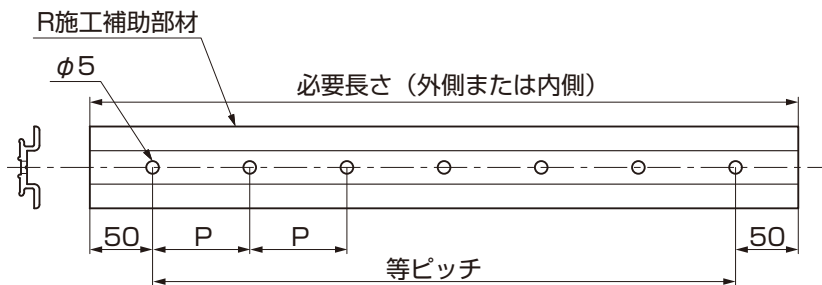

図2-3
- ②R施工補助部材の外側と内側それぞれにR施工ベース取付け用の下穴φ5をあけてください(図2-3参照)